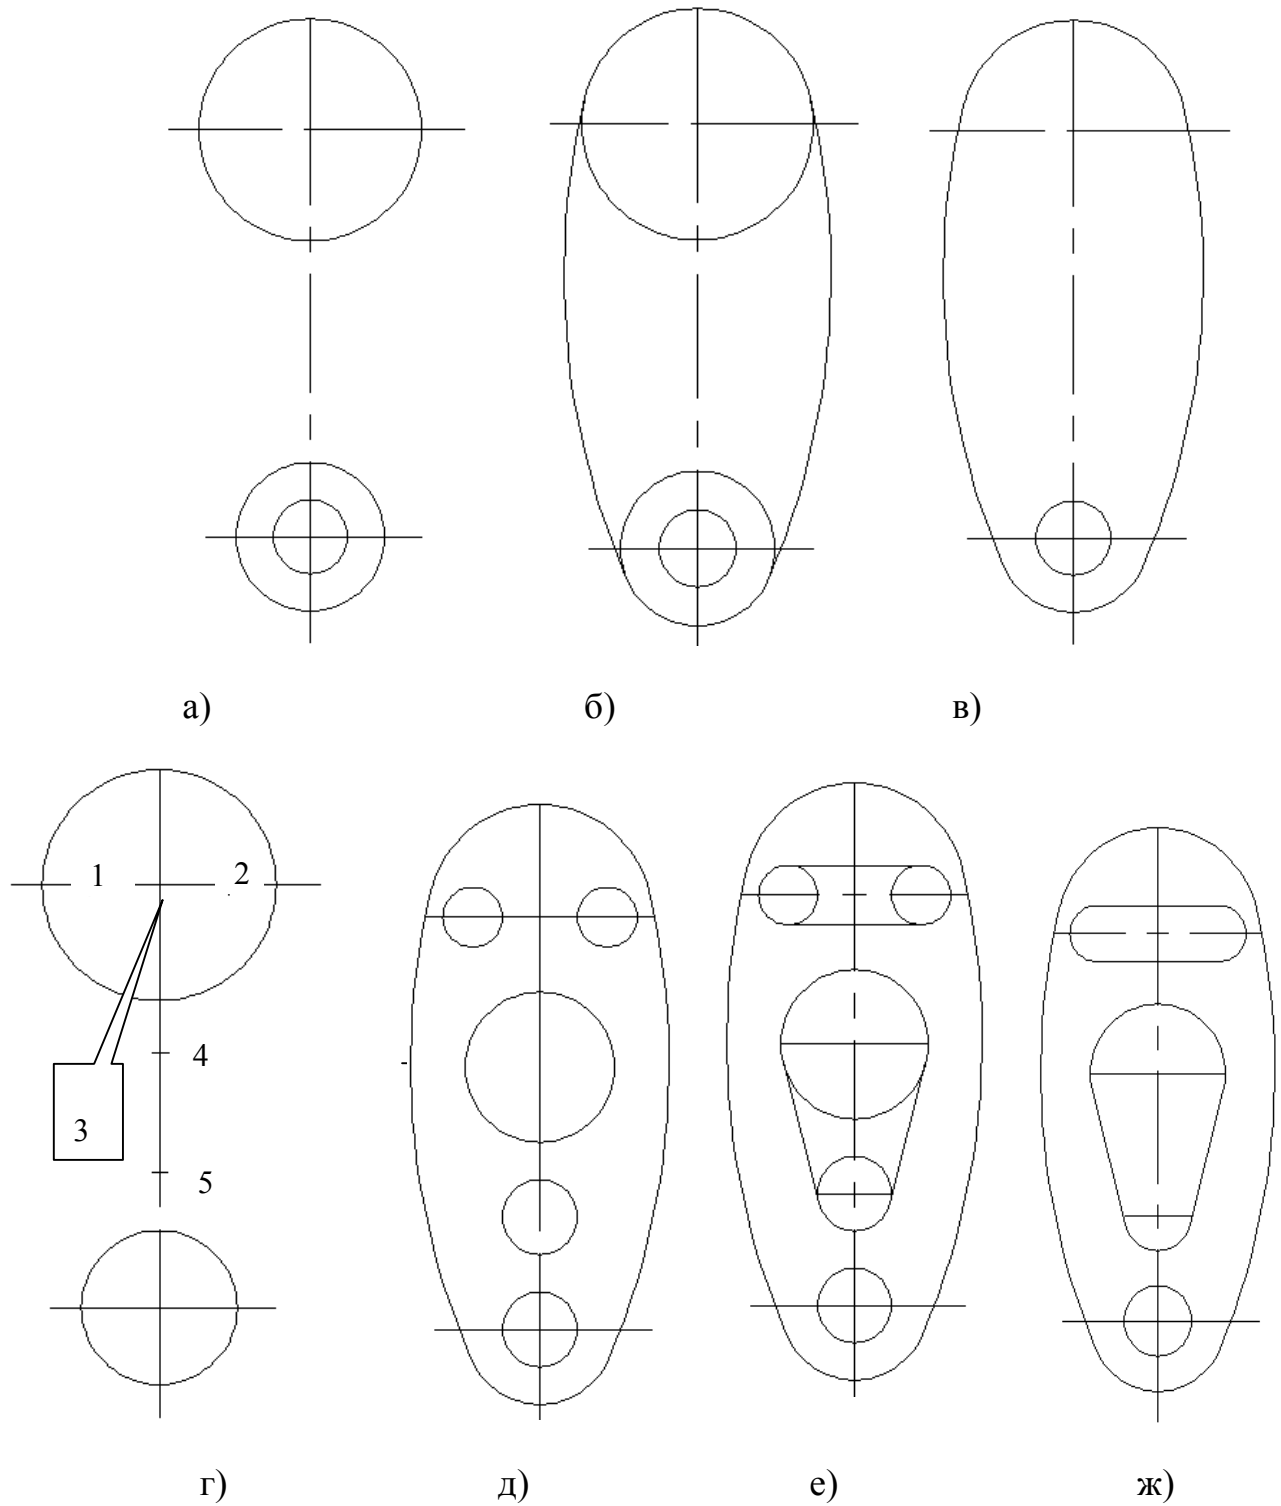

Рисунок 3.1. Последовательность вычерчивания контура детали
4. Построить окружности R20 и R10. Результат построений показан на Рис. 3.1а.
5. Выполнить внутренние сопряжения построенных окружностей дугами окружностей R200. Командой **Обрежь**, выбрав за режущие кромки исходные окружности, убрать дуги окружностей R200. Результаты построений показаны на рисунок 3.1б.
6. Командой **Обрежь**, выбрав за режущие кромки дуги окружностей R200, убрать дуги исходных окружностей, лежащие внутри контура (рисунок 3.1в).